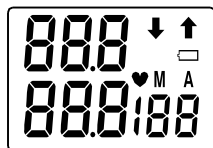
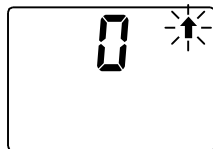

Рис.2
Рис.3
3. На дисплее кратковременно высветятся все символы (рис. 2), прозвучат два коротких звуковых сигнала. После звукового сигнала, на экране высветится "0" и начнет мигать маркер "▲". Это означает, что прибор готов к измерению (рис. 3).